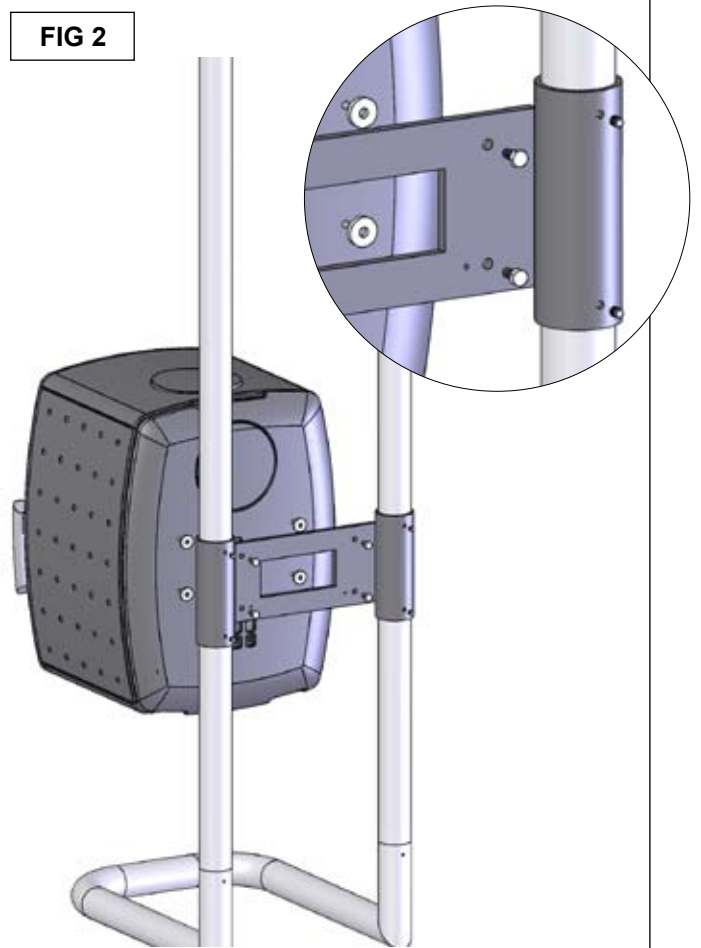

FIG 3 Rails 190
- FIG 3 Rails 190: Skru rørene fast til veggen med skruer og plugg tilpasset veggmaterialet. Bruk vater.
- FIG 3 Rails 190: Fasten the rails to the wall with screws and plugs that are right for the wall material. Use a spirit level.
- FIG 3 Rails 190: Skru rørene fast til væggen med skruer og plugs tilpasset vægmaterialet. Brug vaterpas.
- FIG 3 Rails 190: Fäst skenorna på väggen med skruvar och pluggar som är anpassade för väggens material. Använd ett vattenpass.
- FIG 3 Laufschiene 115: Bringen Sie die Zierdeckel an.
- FIG 3 Laufschiene 190: Montieren Sie die Laufschiene an die Wand. Verwenden Sie dafür Schrauben und Dübel passend für Ihre Wand. Kontrollieren Sie mit der Wasserwaage.
- FIG 3 Rails 190: Attachez les rails au mur avec des vis et les prises qui sont justes pour le matériel du mur. Utilisez un niveau à bulle.
- FIG 3 Rails 190: Fissare le barre alla parete usando viti e tasselli ad espansione adatti al materiale della parete. Usare una livella.